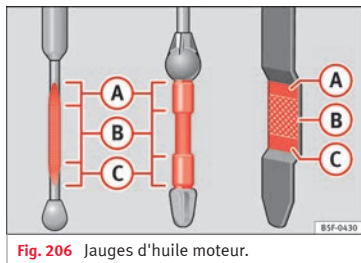

Fig. 206 Jauges d'huile moteur.
La jauge d'huile moteur indique le niveau d'huile moteur. » **fig. 206.**
- **Le niveau d'huile ne doit jamais dépasser la zone  » fig. 206. Risque**